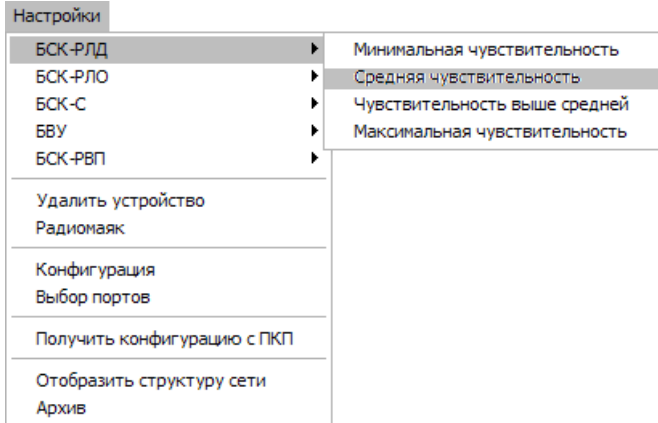

Рисунок 1.13
1.3.4.2 Настройки «БСК-РЛД». Щелкнуть по «БСК-РЛД» в меню «Настройки» и выбрать необходимую чувствительность, рисунок 1.13, (смотри руководство по эксплуатации БАЖК.425142.051 РЭ-Р).